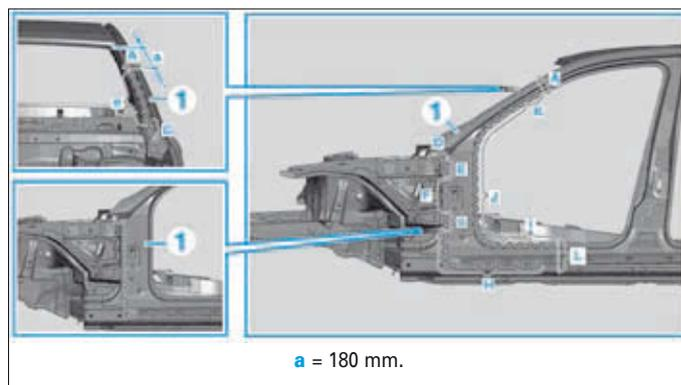

FIG. 51
- Tracer puis découper sur le panneau extérieur du montant A (1) dans les zones (A et L) (Fig.51).